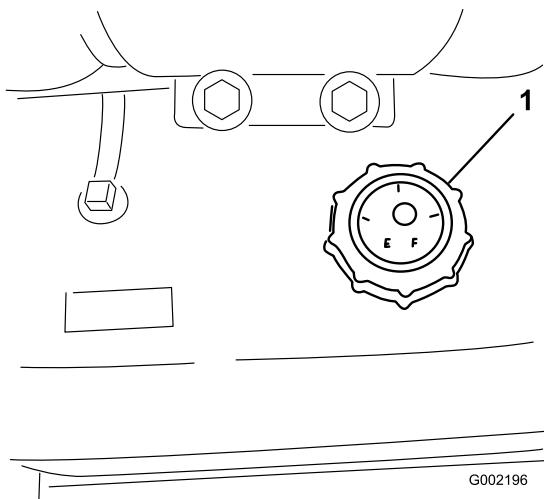

Figura 18
- Pulite intorno al tappo del serbatoio del carburante (Figura 18).